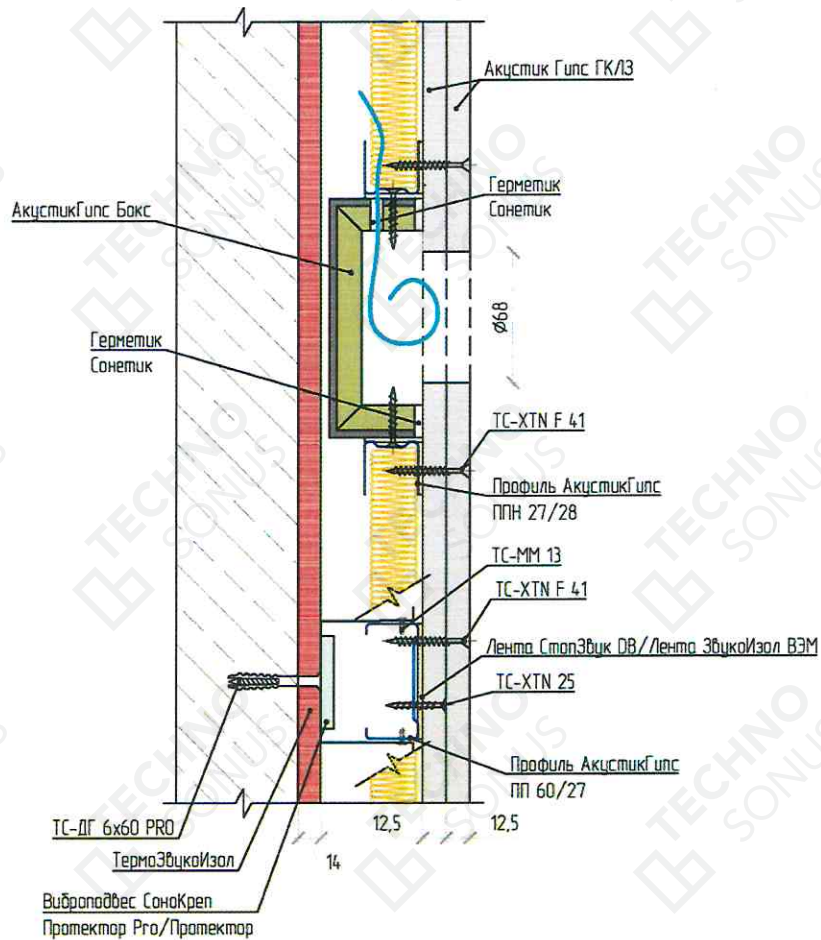

Рисунок 9 – Устройство звукоизоляции розеток в каркасной облицовке «Базовая». АкустикГипс Бокс
6.10. Выполнить установку звукоизоляционных подрозетников АкустикГипс Бокс (если предусмотрена проектом именно эта модель) при помощи устройства перемычек-закладных из профиля направляющего АкустикГипс Профиль ППН 28x27 (см. рисунок 9). Перед установкой АкустикГипс Бокс, в коробе необходимо просверлить отверстие диаметром больше сечения провода на 5 мм. Через него заводим провод и фиксируем к закладным на саморезы ТС-ММ 4,2x13. Важно установить АкустикГипс Бокс в одну плоскость с каркасом. После установки заполняем отверстие вокруг провода виброакустическим герметиком Сонетик.